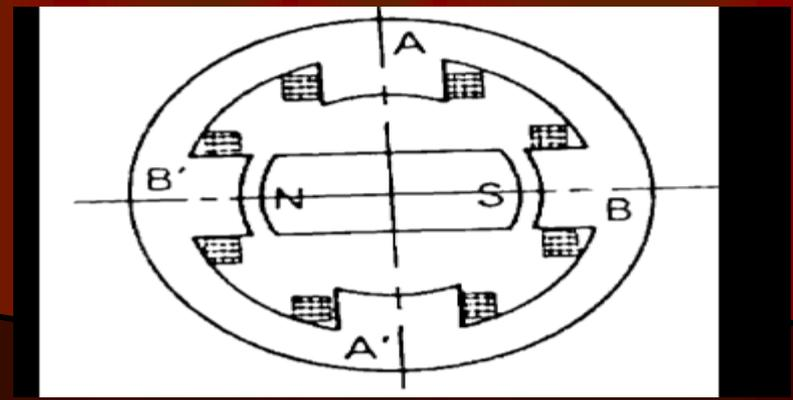

Fig.18
- Un moteur à aimant permanent (Fig.18) comprend :